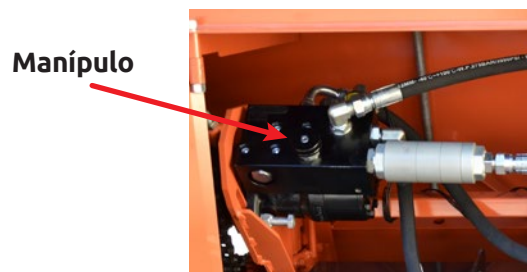

Fig. 02
- Este filtro possui um Elemento interno de 40 micras lavável que deve ser inspecionado a cada 120 horas ou assim que perceber perda de performance no sistema. Alguns sintomas como perda de força e/ou rotação no motor, aumento excessivo de pressão e temperatura no sistema hidráulico podem ser indicativos de filtros obstruídos. Remova a conexão de entrada (Fig.02), abra a Cápsula de Alumínio e remova o elemento filtrante;